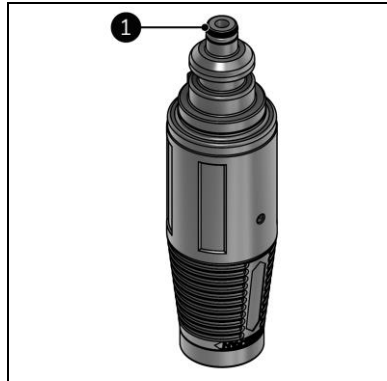

Abbildung 16
2. Tragen Sie Vaseline auf den O-Ring der Düse (Abbildung 16, Pos. 1) auf.